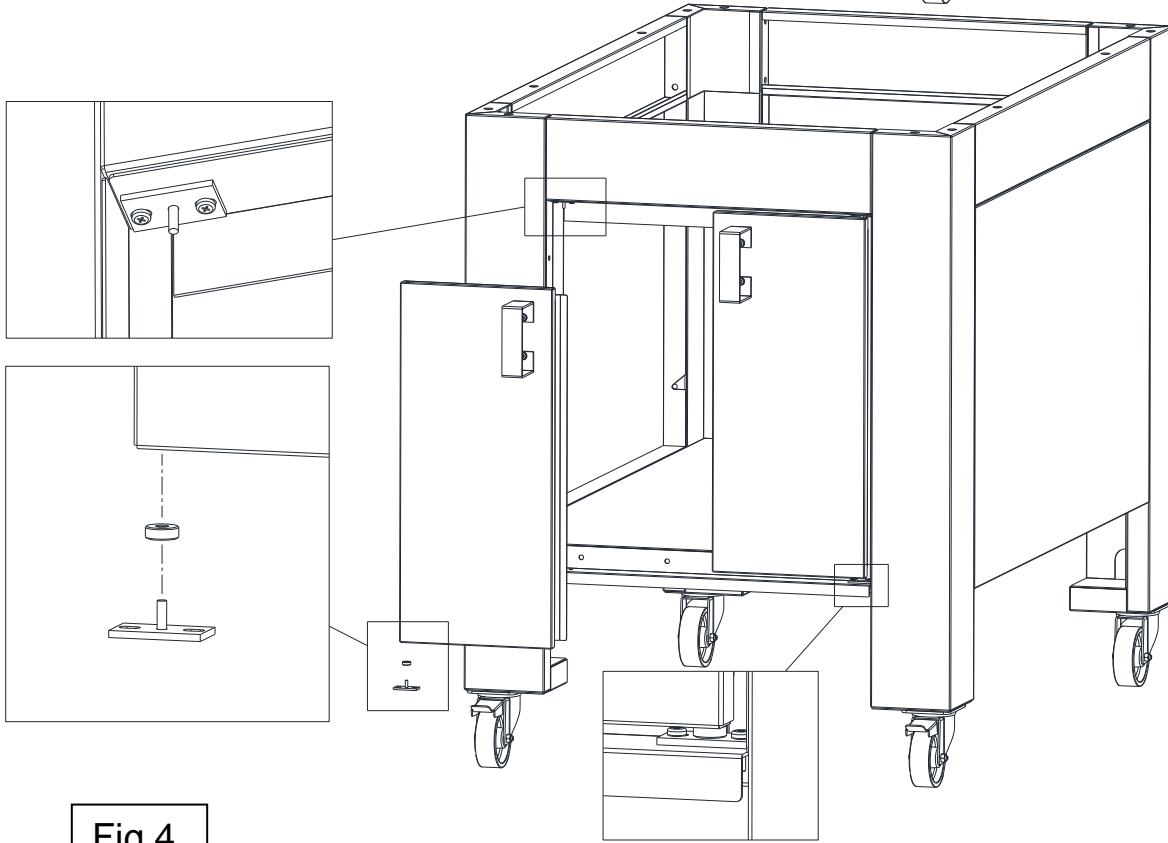

Fig.4
- 4- Fissare le cerniere superiori al traverso di supporto con le viti in dotazione (Fig.4).
- 5- Assemblare le cerniere inferiori con le boccole sulle porte; posizionare il tutto sui traversi di supporto e fissare con le viti in dotazione (Fig.4).